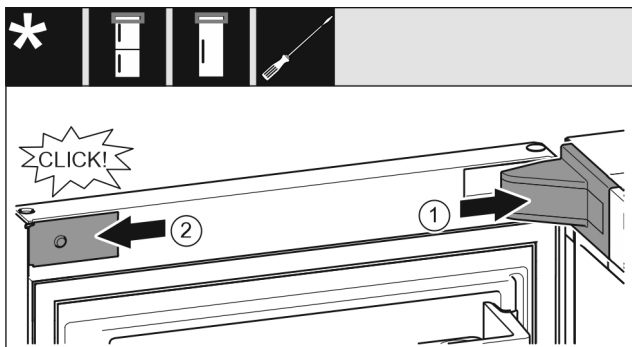

Fig. 22
- ▶ Aseta laakerijalustan suojus Fig. 22 (1) ja lukitse se paikalleen, paina tarvittaessa varovaisesti erilleen.
- ▶ Aseta suojapaneelit Fig. 22 (2) sivuille ja lukitse paikalleen.